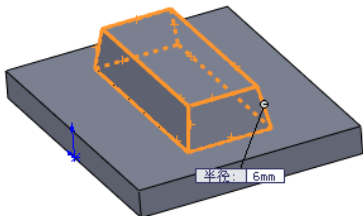

图 8-19 选择圆角边线
(5) 单击“特征”工具栏中的“圆角”按钮，或执行“插入”→“特征”→“圆角”菜单命令，键入圆角半径值 6。按住 Shift 键，依次选择拉伸特征的各个边线，如图 8-19 所